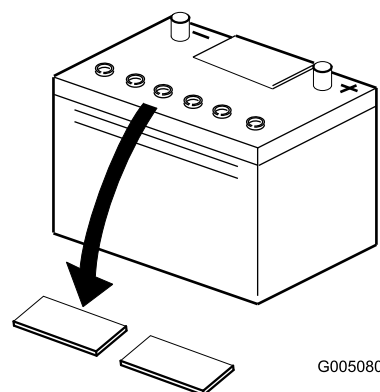

図 4
4. バッテリーの上部をきれいに拭い、キャップを取り外す 図 4。